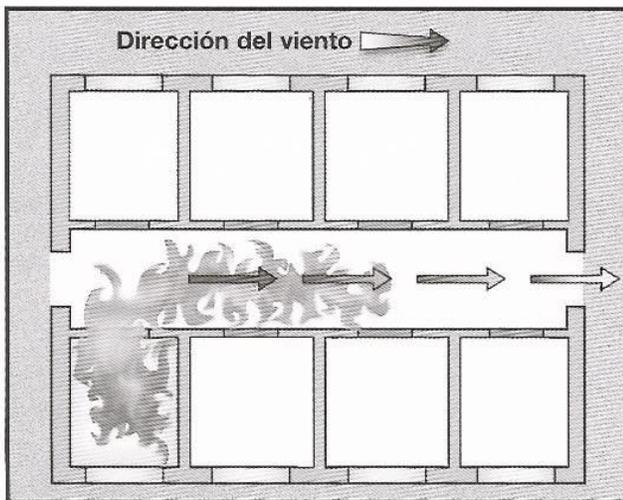

Figura 10.44 El fuego puede propagarse por un pasillo, en especial si el viento ayuda en el proceso.
- A través de pasillos, vestíbulos o galerías por contacto con corrientes de aire de convección, radiación o llamas (véase la figura 10.44)